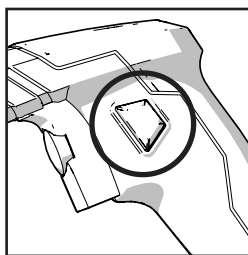

Fig. 6
- Drücken und halten Sie die Einrasttaste. **(Abb. 6)**